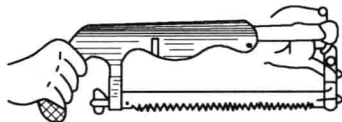

图 2-6 手锯的握法
1) 锯削的姿势 锯削时的站立姿势与锉削姿势相似。右手握柄,左手扶弓,如图 2-6 所示。推力和压力大小主要由右手掌握,左手压力不要过大,否则易引起锯条折断。锯削姿势有两种,一种是直线往复运动,适用于锯薄形工件及直槽;另一种是摆动式,锯削时,摆动要适度。推进时,左手微上翘,右手下压;回程时,右手略微朝上,左手回复。这样不易疲劳,且效率高。